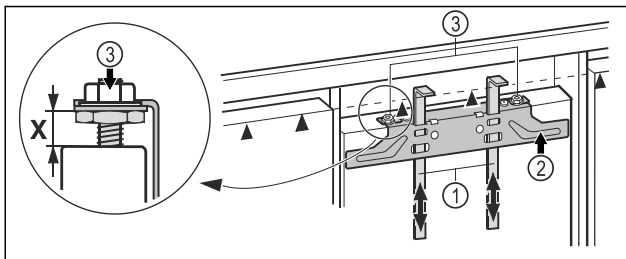

Fig. 18
- Skyv monteringshjelpemidlene Fig. 18 (1) opp på møbeldørhøyden. Nedre stoppkant ▲ til monteringshjelpemiddel = Øvre kant til møbeldøren som skal monteres.
- Skru av monteringstraversen Fig. 18 (2) via kontramutterne Fig. 18 (3).